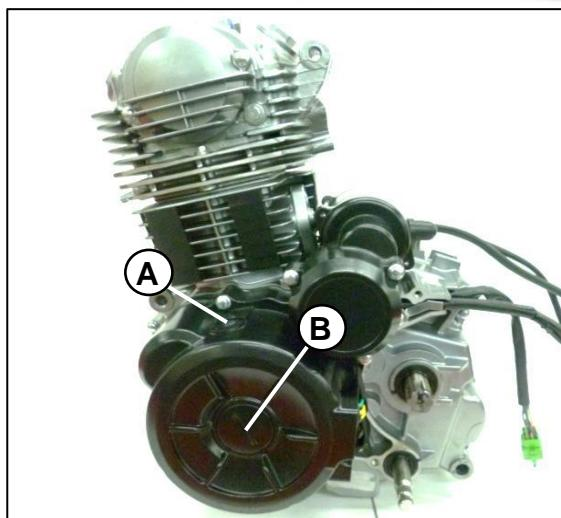

Fig. 01
Remueva el tapón de verificación del tiempo mecánico. Tapón de verificación señal volante (A), tapón de verificación de acceso a tuerca de volante (B) que se encuentran en la carcasa tapa volante lado izquierdo del motor. **Fig. 01**